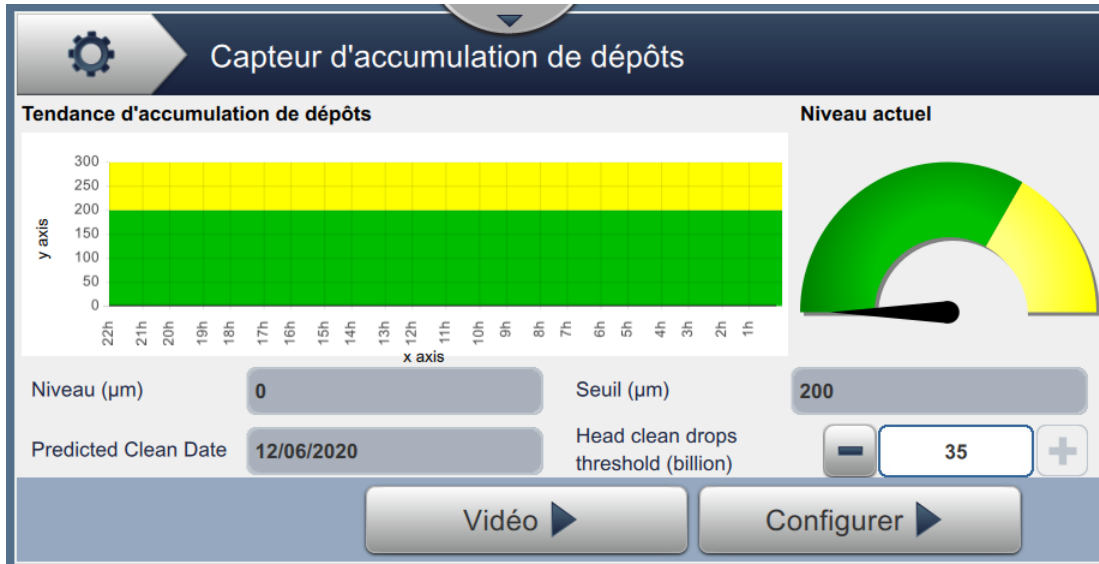

Figure 6-26 : Capteur d'accumulation d'encre
1. Appuyez sur le bouton  dans l'écran Outils. L'écran Capteur d'accumulation de dépôts s'ouvre, tel qu'illustré dans la Figure 6-26.